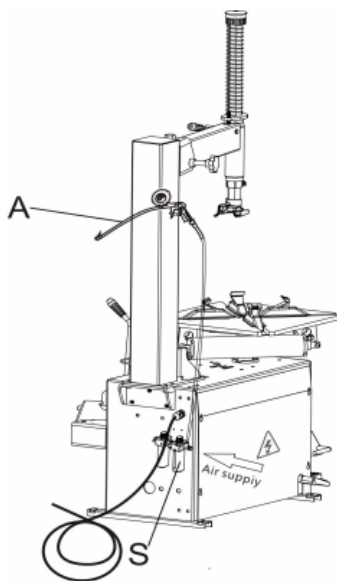

Abb.8
- Luftsystemanschluss: Schließen Sie die Aufpistole A an die Kupplung oben am Luftfilter S an; hängen Sie die Aufpistole an den Haken an der Säule (siehe Abb.8). Schließen Sie die Druckluftversorgung an die Kupplung zwischen dem Öl und dem Luftfilter an (siehe Abb.8).